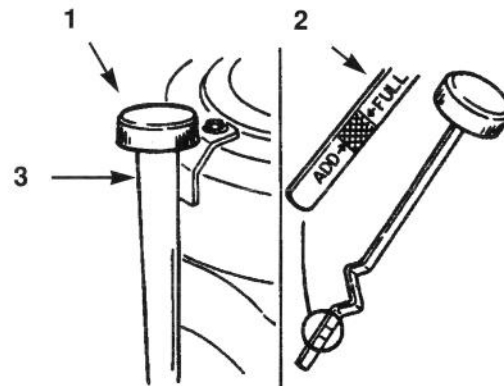

Figure 18
3. Nettoyer la surface autour de la jauge d'huile (Fig. 18) pour éliminer les saletés qui pourraient tomber dans le trou de remplissage et endommager le moteur.
4. Dévisser la jauge et essuyer la tige sur un chiffon propre (Fig. 18).
5. Revisser la jauge à fond dans le tube de remplissage (Fig. 18), puis la retirer à nouveau et vérifier le niveau sur la tige. Si le niveau est bas, verser doucement suffisamment d'huile dans le tube de remplissage pour atteindre la marque FULL (PLEIN).
7. Verser lentement 80% approx. de la quantité d'huile spécifiée dans le trou de remplissage (Fig. 18). Contrôler alors le niveau d'huile; se reporter à la section "Contrôle du niveau d'huile", page 20.